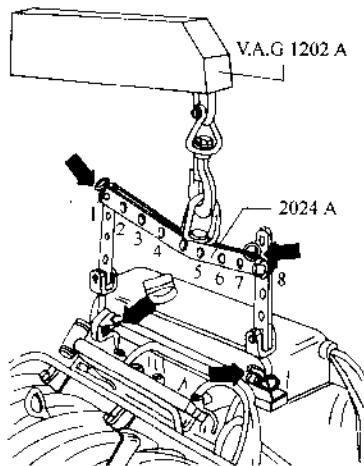

图 2-14 吊起发动机
(31) 安装发动机吊架 2021A，利用小吊车 (V.A.G 1202A) 轻轻把发动机吊起，如图 2-14 所示。为使吊起的发动机保持平衡，安装发动机吊架时必须注意以下几点：